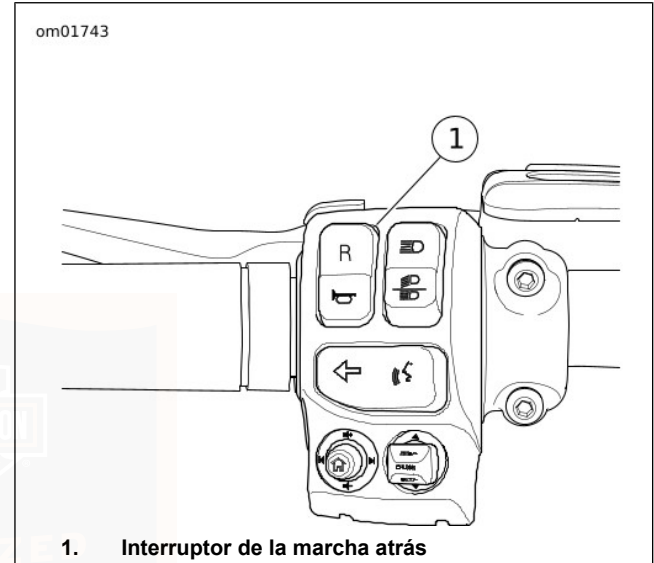

Figura 12. Controles de la marcha atrás
2. Vea Figura 12. Con el vehículo arrancado y en neutro, presione y sostenga el interruptor de la marcha atrás en el lado izquierdo de los controles hasta que la luz de marcha atrás se ilumine. Vea Figura 6. En los modelos FLHTCUTG, la luz en el tacómetro indica que la marcha atrás está habilitada. Vea Figura 7. En los modelos FLRT, la luz en el velocímetro indica que la marcha atrás está habilitada. Libere el interruptor de la marcha atrás. La luz de neutro se apaga cuando se enciende la luz de la marcha atrás.